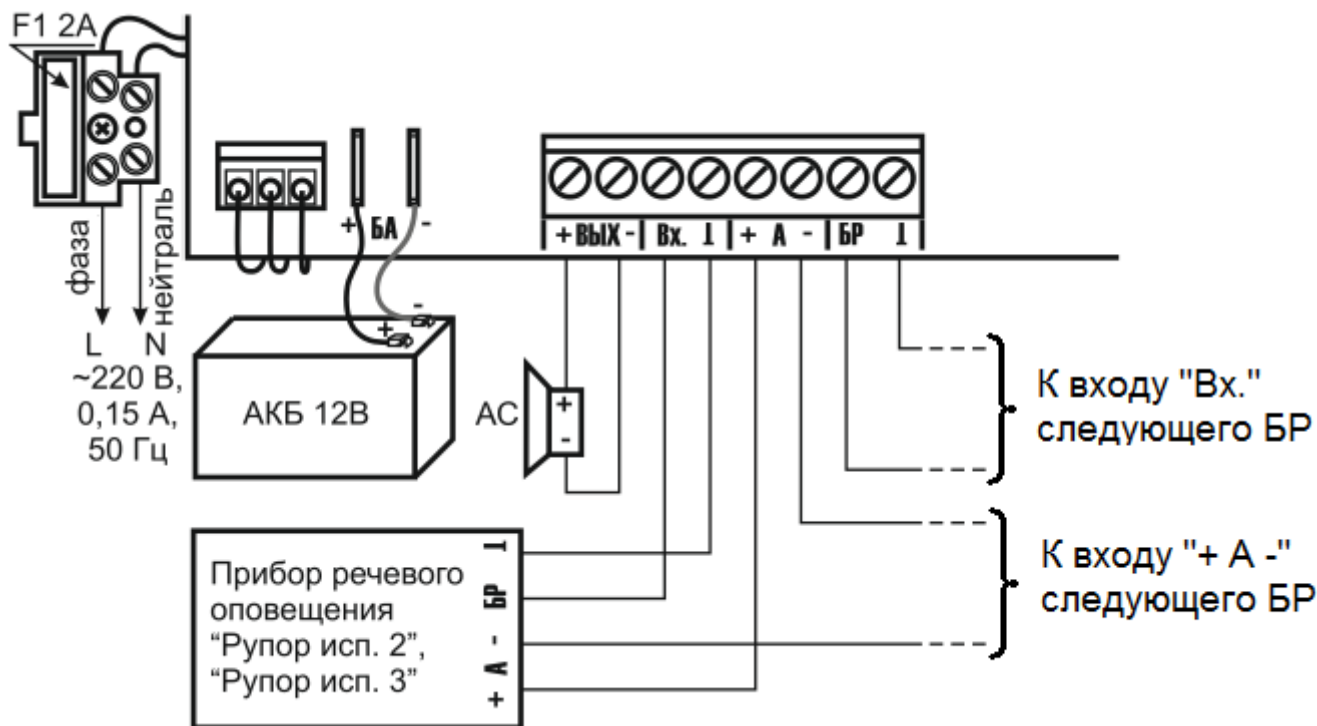

Рис. 3
2.2.4.4 Подключить к клеммам блока внешние цепи (см. Рис. 3).
3.4.1 Подключить Блок к «Рупор исп. 02» или «Рупор исп. 03» в соответствии со схемой подключения (см. Рис. 3).